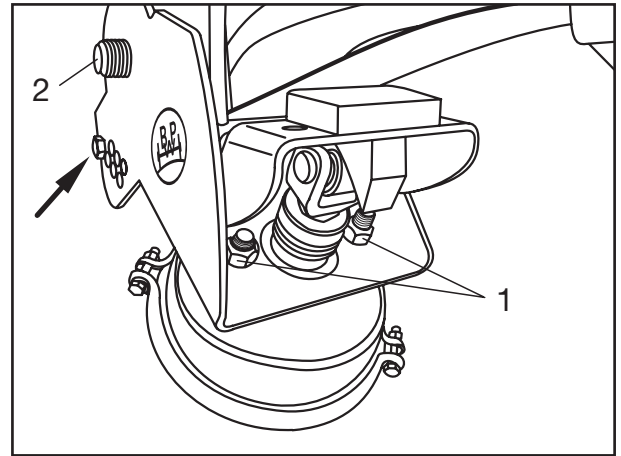

Fig. 13
- [1] Achse unfallsicher abstützen und Luftfederung entlüften. Absteckposition notieren (Fig. 13/Pfeil).
- [2] Liftzylinder abbauen, dazu die beiden Sicherungsmuttern (Fig. 13/1) von den Gewindebolzen des Liftzylinders schrauben.
- [3] Sicherungsmutter vom Federbolzen (Fig. 13/2) abschrauben. Achslift festhalten und Federbolzen austreiben.
- [1] Support axle to prevent accidents and release air from air suspension system. Note the disconnecting position (Fig. 13/arrow).
- [2] Remove the lifting cylinder, to do this unscrew the two lock nuts (Fig. 13/1) from the threaded bolts of the lifting cylinder.
- [3] Unscrew lock nut (Fig. 13/2) from spring pivot bolt. Hold the axle lift firmly and drive out the spring bolt.
- [1] Soutenir l'essieu de façon à éviter un accident et déaérer la suspension pneumatique. Noter la position de verrouillage (fig. 13/flèche).
- [2] Déposer le cylindre de relevage ; pour ce faire, dévisser les deux écrous de sûreté (fig. 13/1) des goujons filetés du cylindre de relevage.
- [3] Dévisser l'écrou de sûreté (fig. 13/2) du boulon de ressort. Maintenir le relevage d'essieu et chasser le boulon de ressort.